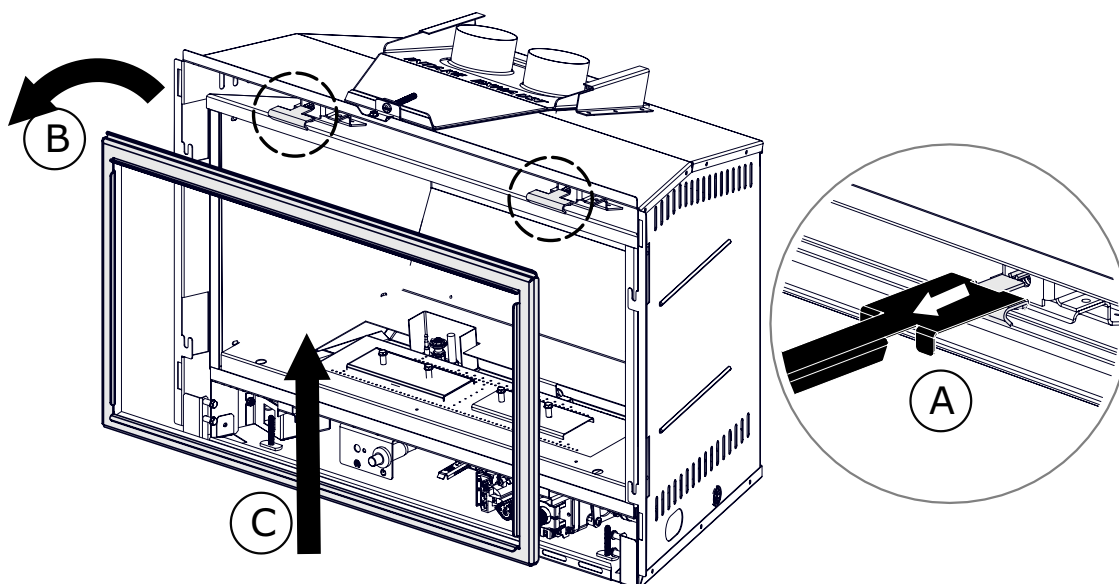

Fig. 3-2
2. Déverrouillez les loquets supérieurs gauche et droit situées dans le haut de la porte (**Fig. 3-2**). Penchez légèrement vers l'avant puis soulevez hors des fentes.